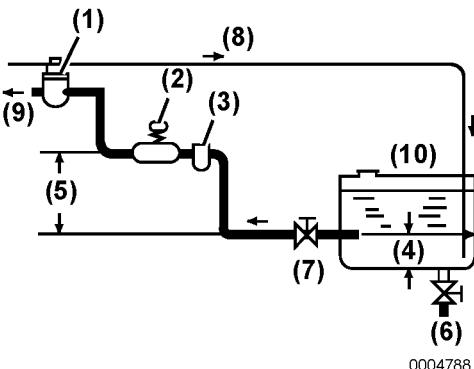

Figura 2
A saída de combustível deve estar situada 20 a 30 mm (0,75 a 1,125 pol.) acima do fundo do depósito (**Figura 2, (4)**) para que apenas seja distribuído combustível limpo para o motor.